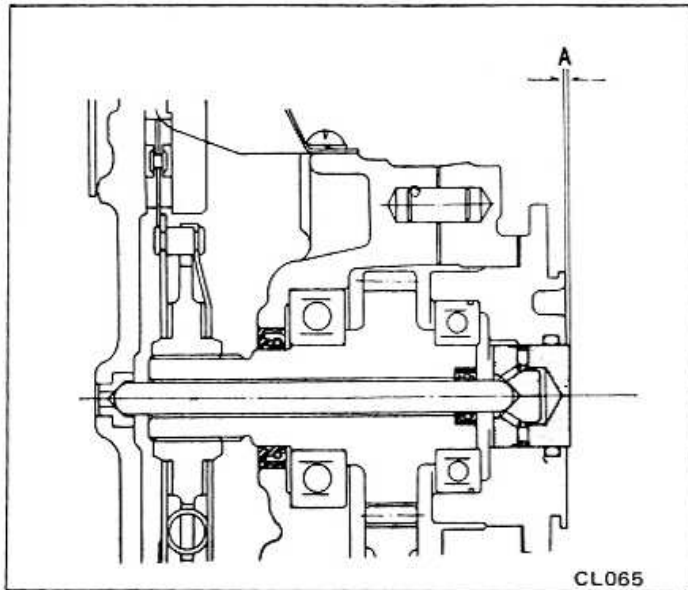

Fig. CL-12 Choix d'un poussoir de longueur satisfaisante
1. A l'aide d'une jauge d'épaisseur ou d'un pied à coulisse, mesurer l'épaisseur A indiquée à la figure CL-12. Puis choisir un poussoir de longueur satisfaisante, qui permettra de maintenir le jeu A.